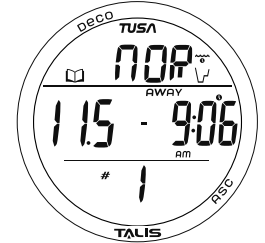

Abb. 49 - LOGBUCH-VORSCHAU
**Logbuch-Vorschau**, Informationen beinhalten (Abb. 49):